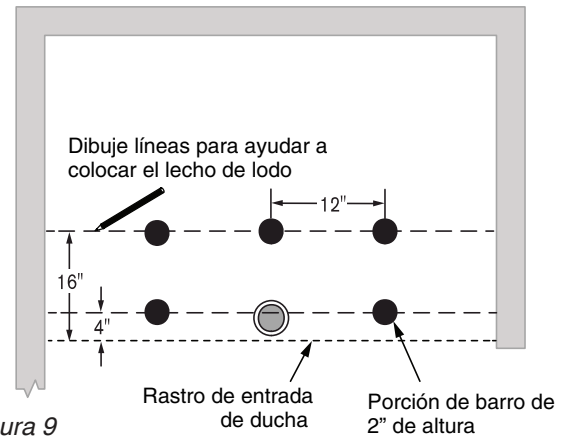

Figura 9
- 5** Barra el subsuelo y elimine todos los residuos de la cavidad y debajo del plato de la ducha para que el lecho de lodo se adhiera correctamente. La Figura 9 muestra el patrón del lecho de lodo requerido para la instalación.